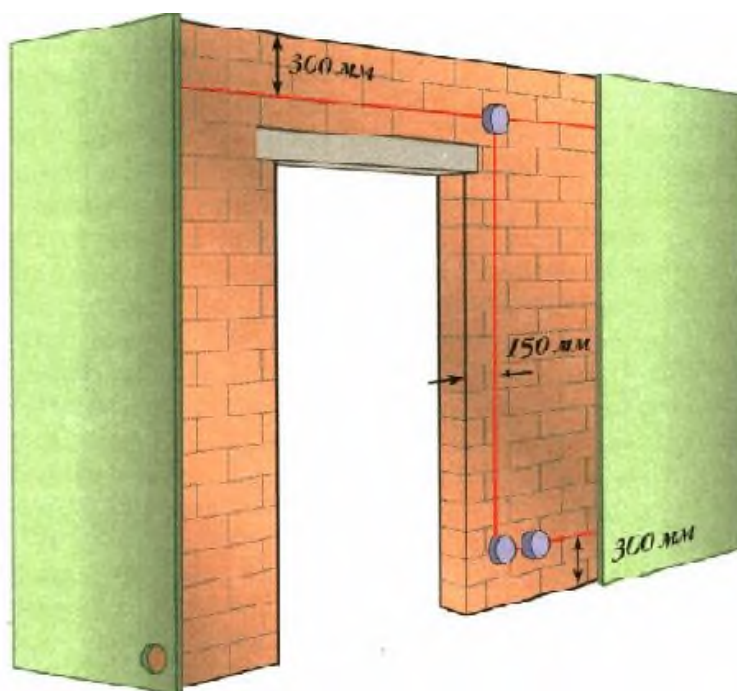

Рис.3.2. Монтаж проводки и подготовка технологических отверстий в облицовке
3.5. Перед установкой ГКЛ или ГКП необходимо вырезать отверстия для выключателей, розеток (рис. 3.2) и т.п.